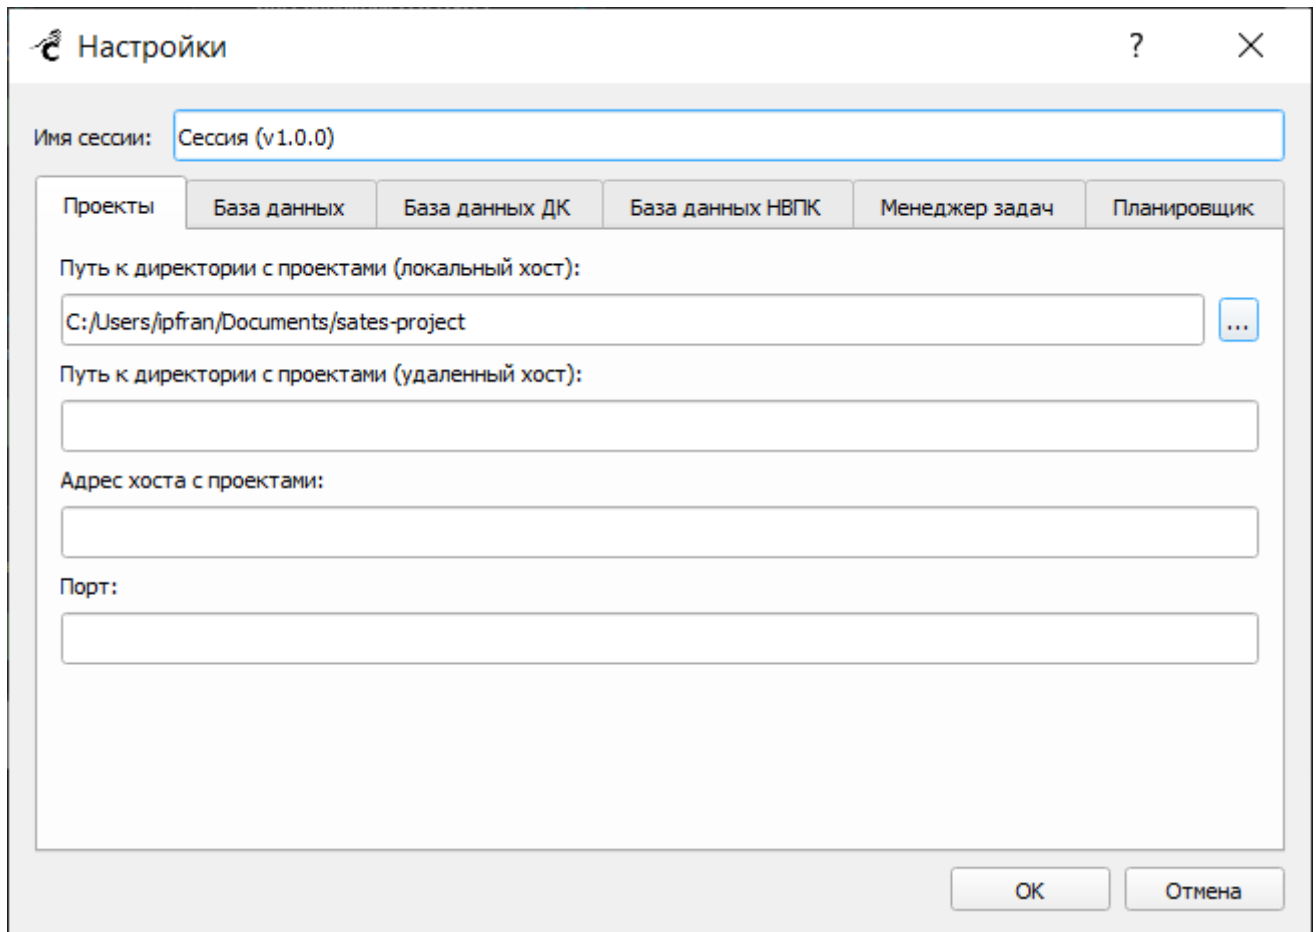

Рисунок 44 – Меню «Настройки сессии». Вкладка «Проекты»
После нажатия на кнопку «ОК» откроется окно настроек сессии (Рисунок 44), где необходимо внести требуемые изменения в настройки созданной сессии и сохранить их.
- «Просмотреть» – кнопка становится активной после выбора из списка одной из сессий. При нажатии на кнопку открывается окно настроек выбранной сессии (Рисунок 44);
Команда «Настройки сессии <<Имя сессии>>» открывает окно настроек текущей сессии (Рисунок 44).
«Проекты» – задаются настройки хранилища данных (Рисунок 44):